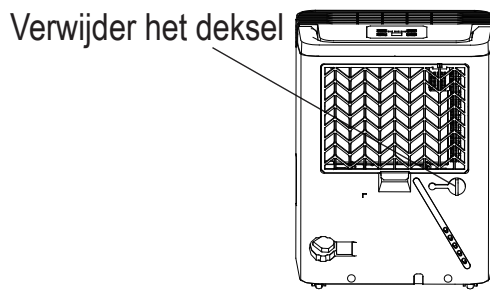
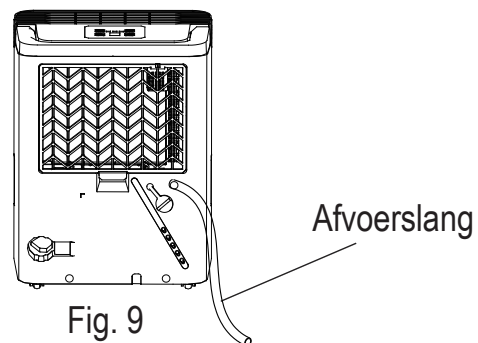

Fig. 8
Fig. 9
- Verwijder de rubberen plug van de afvoerslang uitlaat aan de achterkant. Bevestig een afvoerslang (ID=13,5 mm) en voer deze naar het afvoerputje of een geschikte afvoerfaciliteit (zie Fig.8 en Fig.9).